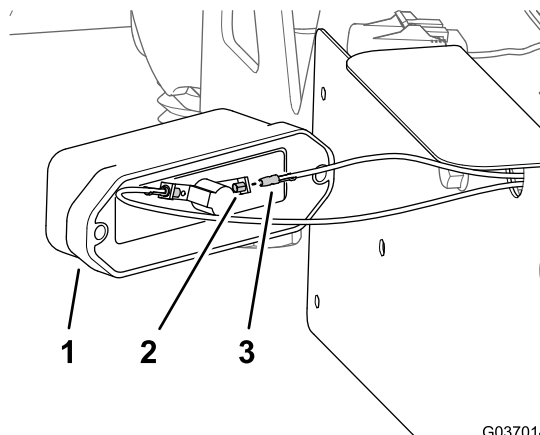

Figura 40
- 1. Encaminhe os dois conectores estilo bala rotulados LUZ DA MATRÍCULA nas duas tomadas da luz da placa de matrícula (Figura 40).